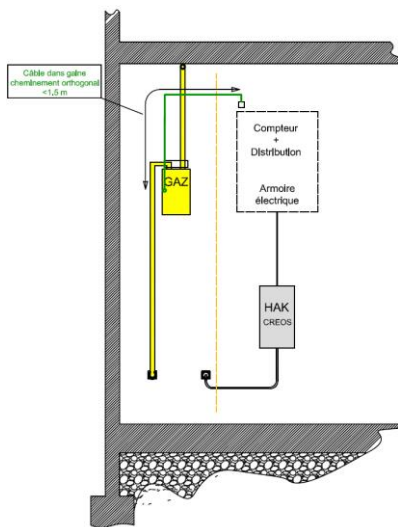

Fig.5 : Disposition simplifiée en situation rapprochée (1 boîtier)
- Disposition simplifiée (Fig. 5) : En situation rapprochée de l'emplacement du compteur de gaz avec l'armoire électrique permettant un cheminement du câble relié au compteur intelligent de gaz qui est inférieur à 1,5 m* pour rejoindre une des plages d'emplacement du boîtier de connexion auprès de l'armoire électrique, il suffit de poser seul le boîtier de connexion auprès de l'armoire électrique.